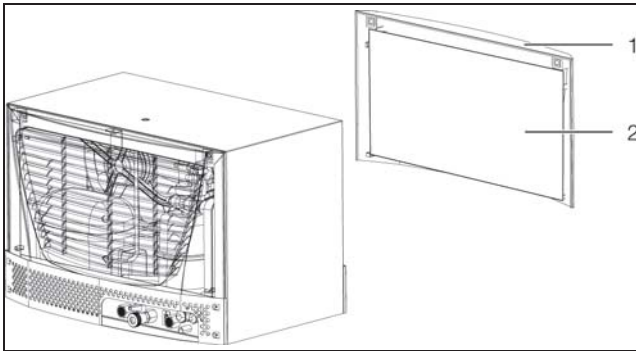

Abb. 48: Filtermatte einbauen (3318.600, 3318.610 und 3319.600, 3319.610)
- Ziehen Sie das Lamellengitter (Abb. 48, Pos. 1) an der Vorderseite des Chillers (Luft einlass) vom Gehäuse ab.
- Legen Sie die Filtermatte (Abb. 48, Pos. 2) (Best.-Nr. 3286.510) in das Lamellengitter ein und drücken Sie es wieder auf das Gehäuse.